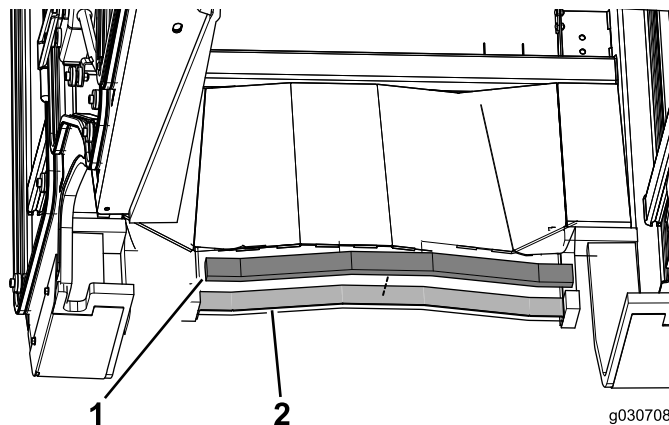

Рисунок 15
3. Установите задний уплотнитель из пеноматериала на заднюю часть кабины в сборе (Рисунок 15).